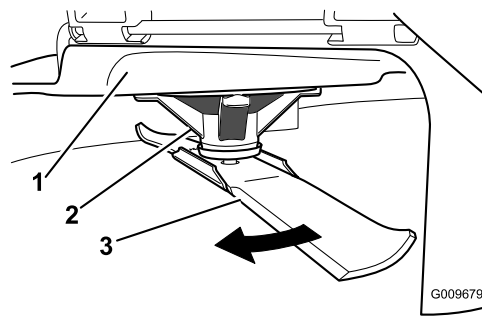

Figura 62
2. Indossando guanti ben imbottiti o altra protezione per le mani adeguata ruotate lentamente la lama da misurare in una posizione che consenta la misurazione effettiva della distanza tra il tagliente e la superficie piana su cui si trova la macchina (Figura 62).